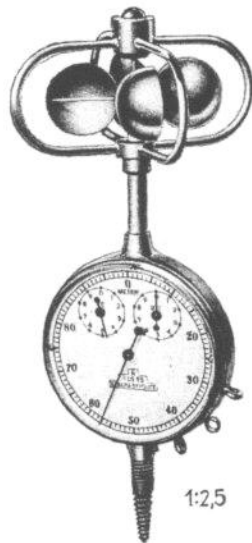

Bild 2
- Nr. 92 d mit 3 Zeigern ohne Nullstellung, bis 10 km Windweg zählend (nach Bild 2)